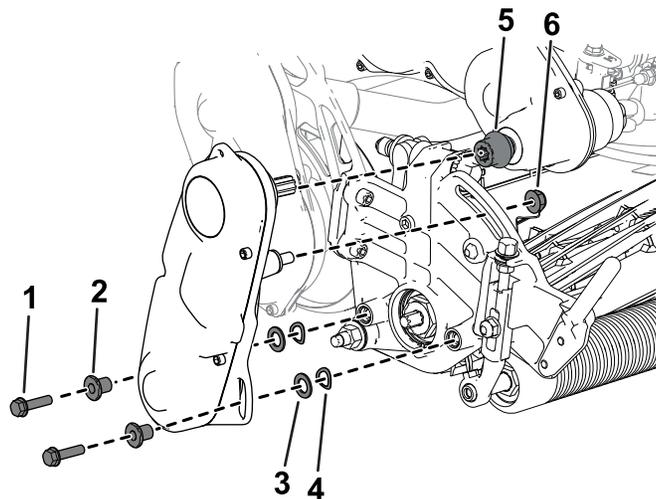

Bild 47
6. Verwenden Sie die zuvor entfernten Zylinderschrauben, Unterlegscheiben und Distanzstücke, um die Spindeltriebsbaugruppe an der Seitenplatte des Mähwerks zu befestigen (Bild 47).
Stellen Sie sicher, dass die Spindeltriebswelle an der Kupplung der Getriebeantriebswelle befestigt ist (Bild 47).